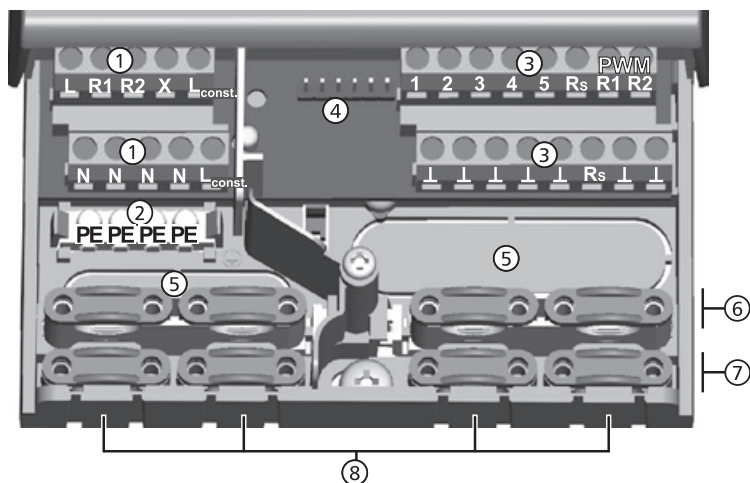

Fig. 3: Morsetti di collegamento nel lato inferiore della centralina (calotta coprimorsetti rimossa)
1. Perforare le aperture ⑤ (fig. 3) con un attrezzo adatto.
1. *Intagliare* e perforare con un coltello adatto le aperture per cavi ⑧ (fig. 3) necessarie a sinistra e a destra.